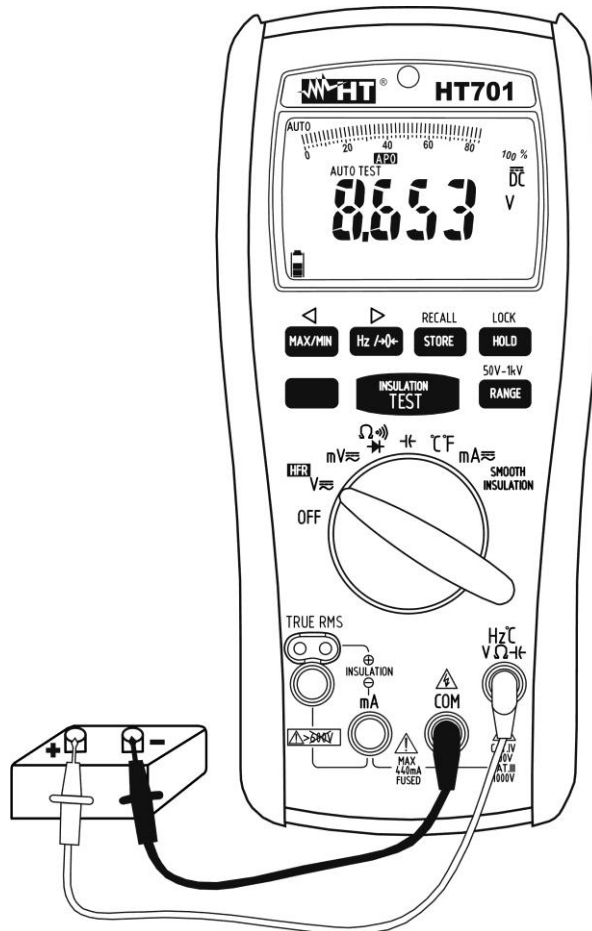

Fig. 2: Uso del instrumento para medida de Tensión CC
4. Insertar el cable rojo en el terminal de entrada  $Hz^{\circ}CV\Omega Hz$  y el cable negro en el terminal de entrada **COM** (vea Fig. 2)
7. La visualización del símbolo "-" sobre el visualizador del instrumento indica que la tensión tiene sentido opuesto respecto a la conexión de Fig. 2.